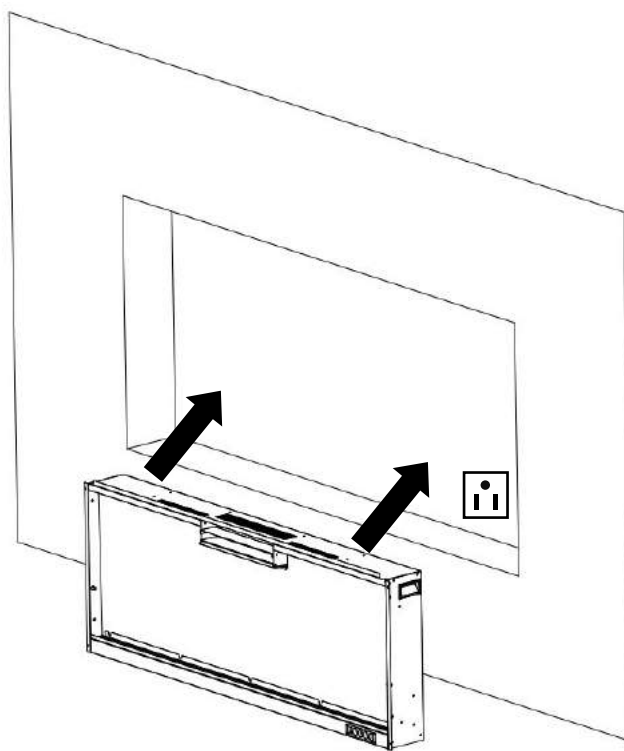
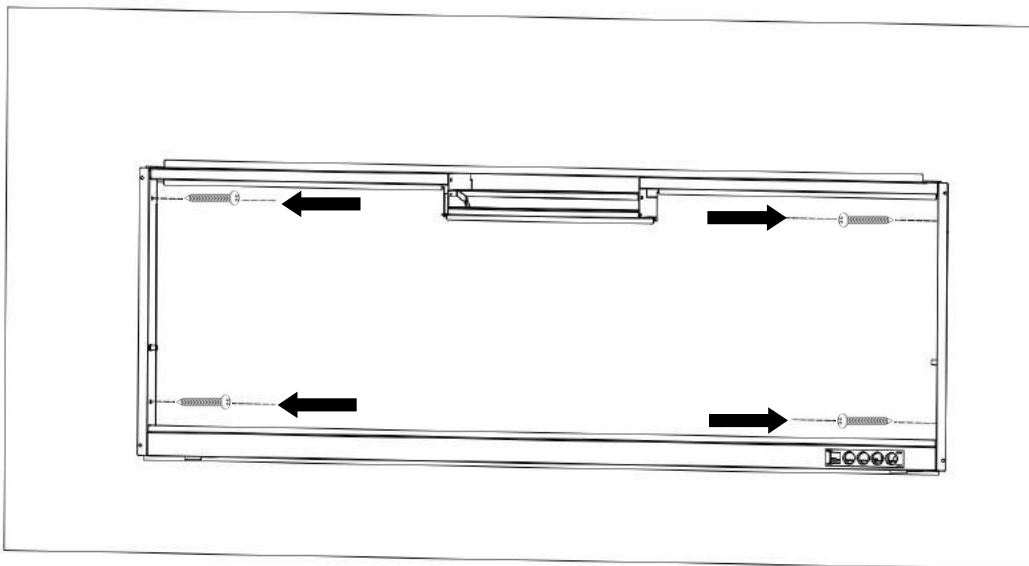

Fig. 2-3
Fig. 2-4
E. Laat twee volwassen mensen de haard optillen en in het inbouwframe plaatsen, en zet hem vervolgens vast door 4 houtschroeven (B) door de gaten te steken (Fig. 2-3, Fig 2-4).